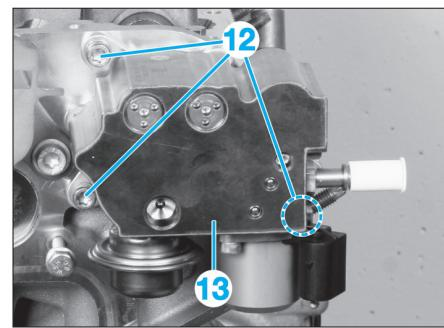

Fig. 38
- Desserrez le tuyau d'alimentation haute pression carburant (11) en "b" et "c".
- Déposer le tuyau d'alimentation haute pression carburant (11).
- Desserrez et déposez les fixations (12) de la pompe haute pression carburant puis la pompe haute pression carburant (13). (Fig.38).